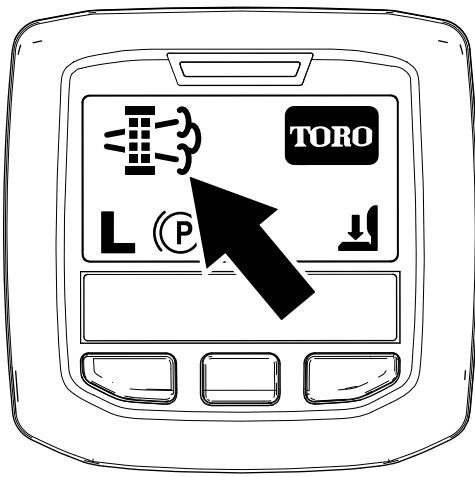

図 74
- 駐車再生やリカバリ再生が必要になると、インフォセンタに再生要求アイコン 図 74 が表示されます。